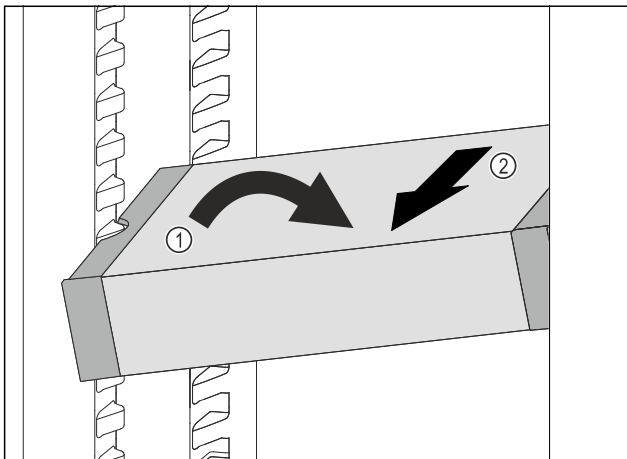

Fig. 73
- ▶ Расположите VarioSafe в холодильном отделении под наклоном. Fig. 73 (1)
- ▶ Извлеките VarioSafe движением вперед. Fig. 73 (2)